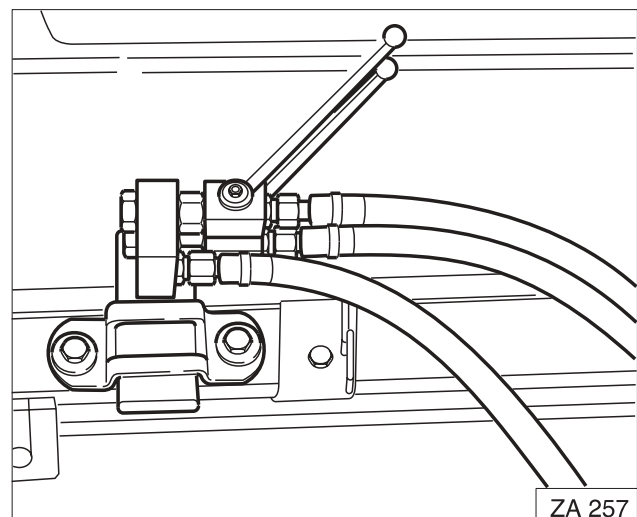

Fig. 61
- Op eengeschikte plaats twee gaten ($\varnothing$ 12 mm) voor de bevestigingsbouten (Fig. 61/1) boren.
- Houder (Fig. 61/2) met de bevestigingsbouten (Fig. 61/1) monteren.